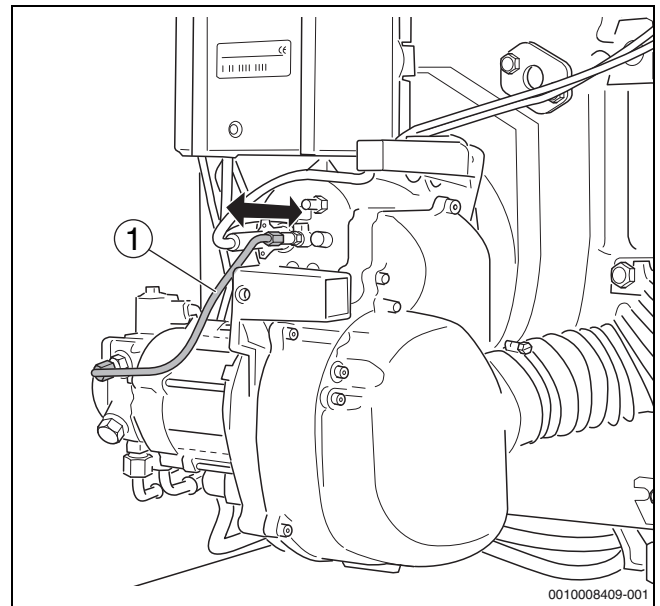

Bild 40 Korrekten Sitz des Mischsystems prüfen
- ▶ Ölzuleitung (→ Bild 40, [1]) etwa 5 mm herausziehen.